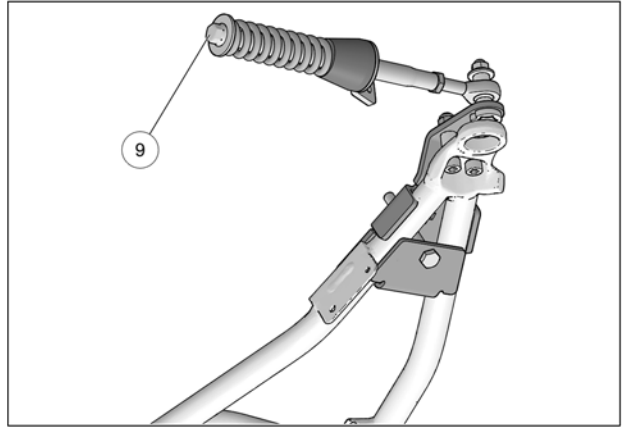

Fig. 23
13. Vérifier que le boulon du ressort (6) est serré au couple recommandé: 75 N•m [55 lb•pi]. Fig. 23